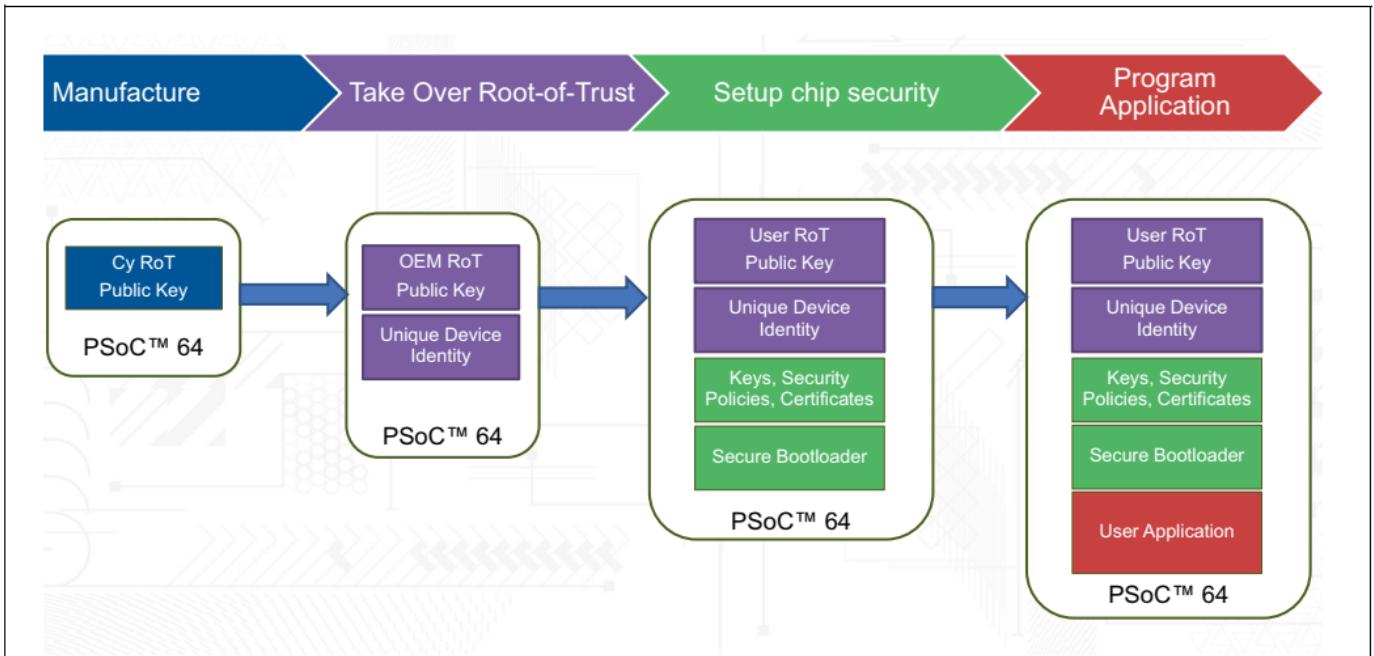

图 10 PSoC™ 64 使用流程
- 将 RoT 从英飞凌转移到用户/OEM，如图 10 所示